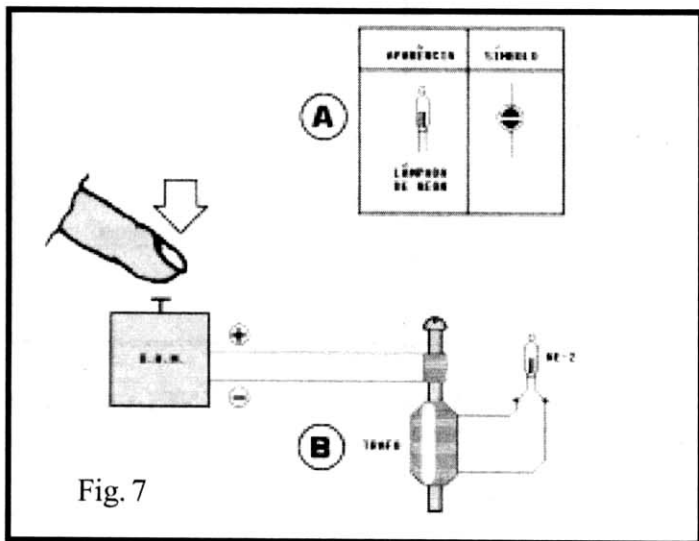

Fig. 7
- **FIG. 7-A** - Aparência e símbolo da lâmpada de Neon. Detalhes teóricos do seu princípio de funcionamento serão vistos em futura e oportuna Aula do nosso Cursinho...
- **FIG. 7-B - EXPERIMENTANDO O TRANSFORMADOR** - O diagrama mostra o *chapeado* (vista real dos componentes, conforme interligados no circuito...) e a seqüência de operações... Por enquanto, convém saber que uma lâmpada de Neon precisa de TENSÃO relativamente elevada para iluminar-se (normalmente, um mínimo de 70 volts...), requerendo, contudo, uma CORRENTE muito pequena...
Já sabemos que o B.A.M. é capaz de gerar um pulso de - no máximo - 6 volts (revejam a Aula anterior, para lembrar...). Entretanto, no arranjo da **FIG. 7-B**, ao ser premido o botão do B.A.M., a lampadinha de Neon manifesta um nítido pulso luminoso...! *A coisa* será melhor percebida numa ambiente pouco iluminado (o brilho natural da NE-2 é relativamente fraco...). Vamos analisar as razões desse fenômeno: